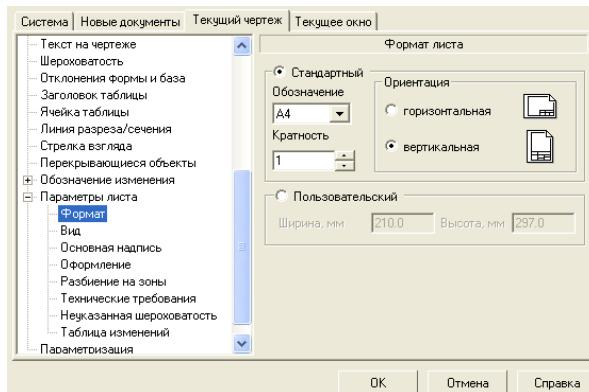

Рисунок 8.15 – Диалоговое окно Параметры с открытой вкладкой Текущий чертеж и панелью Формат листа
- щелкните в дереве элементов чертежа по пункту *Параметры листа*, если он не раскрыт, а затем – по пункту *Формат*. В правой части появится панель *Формат листа*, показанная на рисунок 8.15.